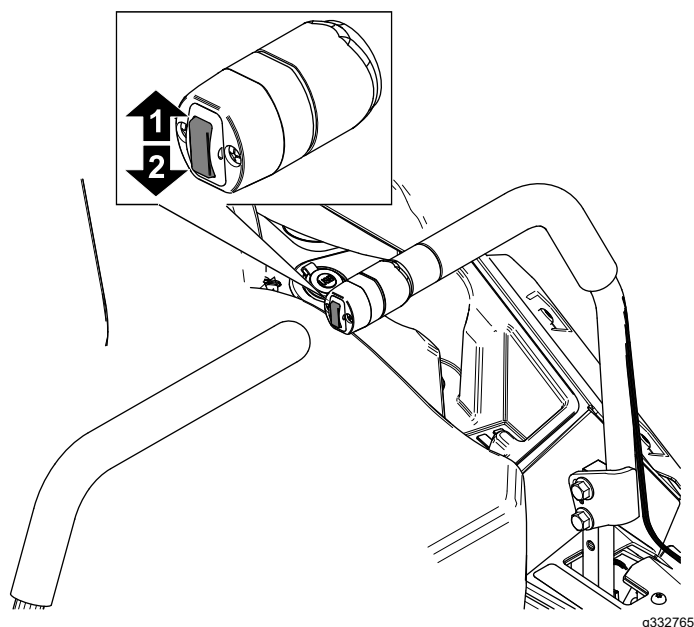

Figura 30
1. Empurre para cima o interruptor de elevação da plataforma (Figura 30).
3. Empurre para baixo o interruptor de elevação da plataforma para definir a altura de corte (Figura 30).